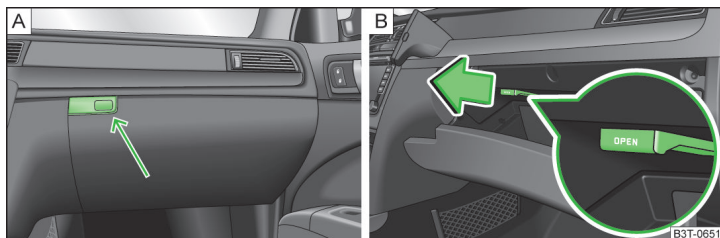

Fig. 91 Abrir compartimento guardaobjetos / manejar la entrada de aire
- Pulse la tecla » fig. 91 - A.
- La entrada de aire se abre tirando de la palanca en sentido de la flecha » fig. 91 - B.